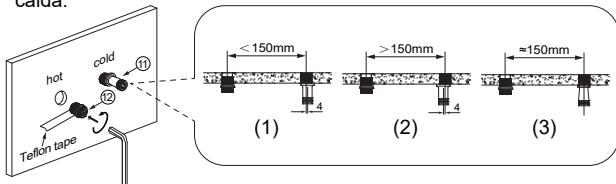

Figura 1
- b) Installare e regolare il connettore curvo (Figura 1). Avvolgere il nastro di teflon in senso antiorario sulla filettatura dell'estremità G1/2 del connettore curvo. Collegare il connettore curvo al tubo dell'acqua fredda. Ruotare e regolare il connettore curvo per garantire che la distanza tra il centro del tubo dell'acqua calda e il centro del connettore curvo sia di 150 mm.
- (1) Quando la distanza tra i fori di uscita dell'acqua calda e fredda è <150 mm, l'asse della pedivella deve essere ruotato verso destra.
- (2) Quando la distanza tra i fori di uscita dell'acqua calda e fredda è >150 mm, l'asse del piede a manovella deve essere ruotato a sinistra.
- (3) Quando la distanza tra i fori di uscita dell'acqua calda e fredda è ~150mm, l'asse del piede a manovella deve essere ruotato verso la direzione verticale approssimativa.